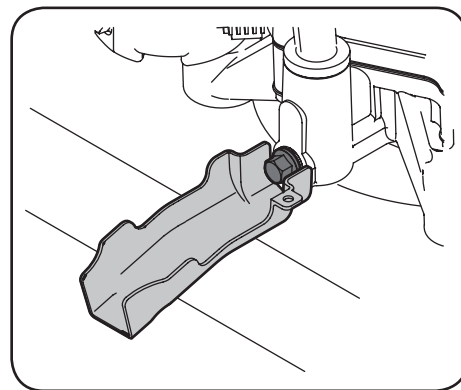

Figura 4-2
- Coloque el extremo pequeño de la manga de drenado en el cárter de aceite. Consulte la Figura 4-2.